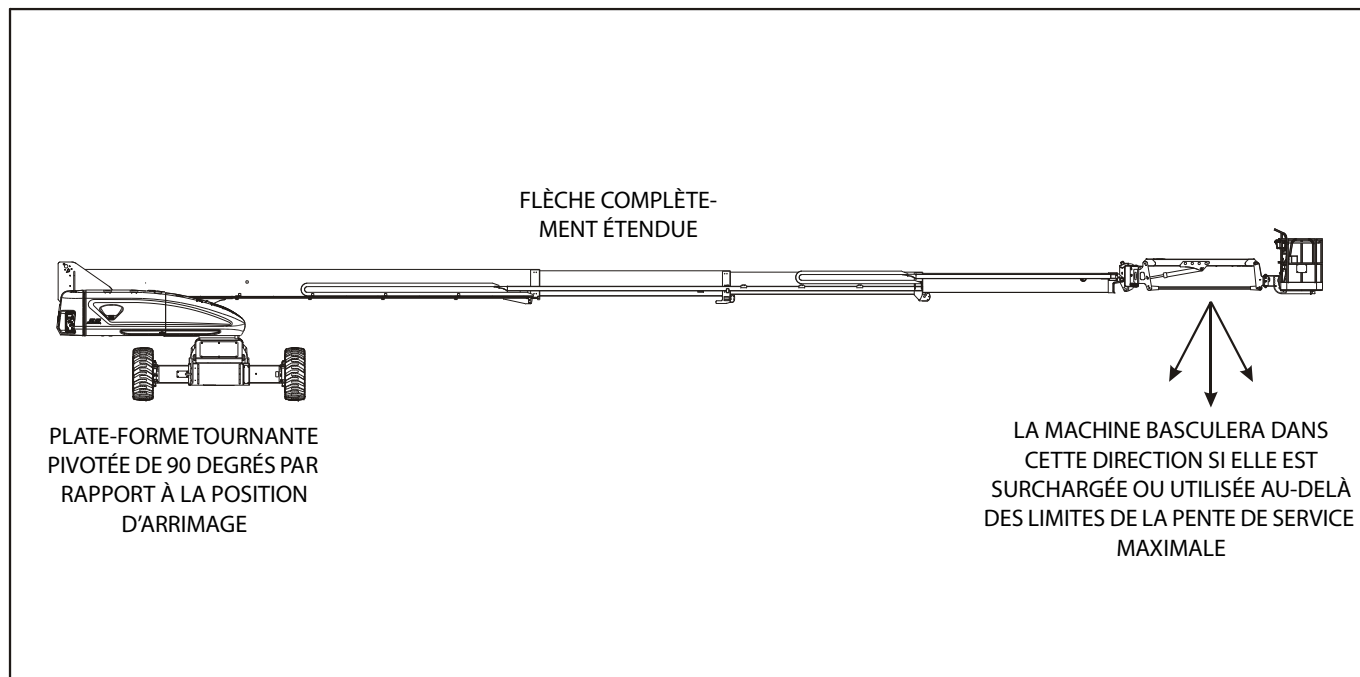

Figure 4-1. Position la moins stable vers l'avant
La stabilité de la machine est basée sur deux (2) conditions, appelées stabilité VERS L'AVANT et stabilité VERS L'ARRIÈRE. La position la moins stable de la machine VERS L'AVANT est illustrée sur la (Voir la Figure 4-1.) et la position la moins stable de la machine VERS L'ARRIÈRE est illustrée sur la (Voir la Figure 4-2.)